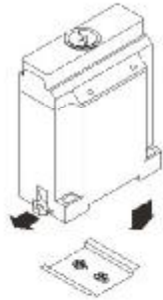

图 1
- ※GRB-2型PTC温控模块的底部没有固定孔或卡槽，其底部固定孔与配电柜底板固定或固定在配电柜的导轨上，拔出固定销，将其安入配电箱或配电柜的导轨上，松开固定销，使其固定在导轨上。安装时应用力均匀，以免造成损坏。如图1所示。